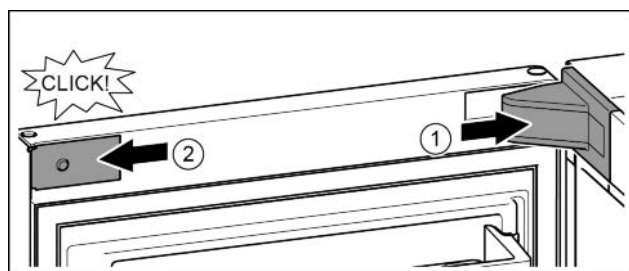

Fig. 23
- ▶ Крышку опорного кронштейна установить и зафиксировать, при необходимости, осторожно разжать. Fig. 23 (1)
- ▶ Установить скобу накладку и зафиксировать. Fig. 23 (2)